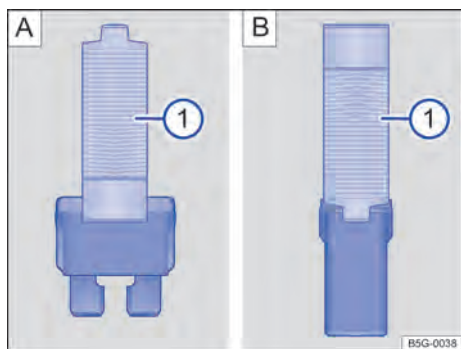

Fig. 197 Retirar ou colocar o fusível com a pinça de plástico: **A**: fusível plano, **B**: fusível de bloqueio.
- Se necessário, retirar a pinça de plástico → Fig. 197 **A** ① da cobertura da caixa de fusíveis.
- De acordo com a versão do fusível, colocar as garras adequadas do alicate plástico → Fig. 197 **A** ① ou → Fig. 197 **B** ① lateralmente no fusível.
- Caso o fusível esteja queimado, substituir o fusível por um novo da *mesma* intensidade de corrente (mesma cor e inscrição) e do *mesmo* tamanho → ①.